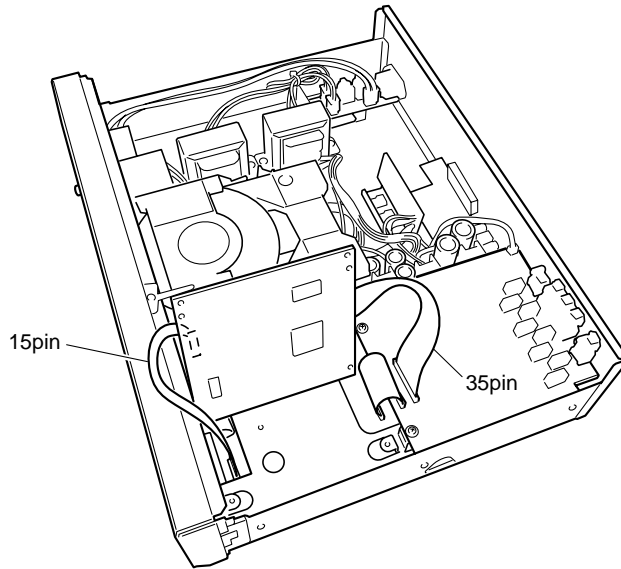

Fig. 12
Set the SACD P.C.B. upright with its right side upward. (Fig. 12)
- Replace the cables connected to the SACD P.C.B. with the following extension cables for servicing. (Fig. 12)
SACD P.C.B.の右側を上にして立てます。(Fig. 12)
- SACD P.C.B.に接続されているケーブルを下記のサービス用延長ケーブルに交換します。(Fig. 12)